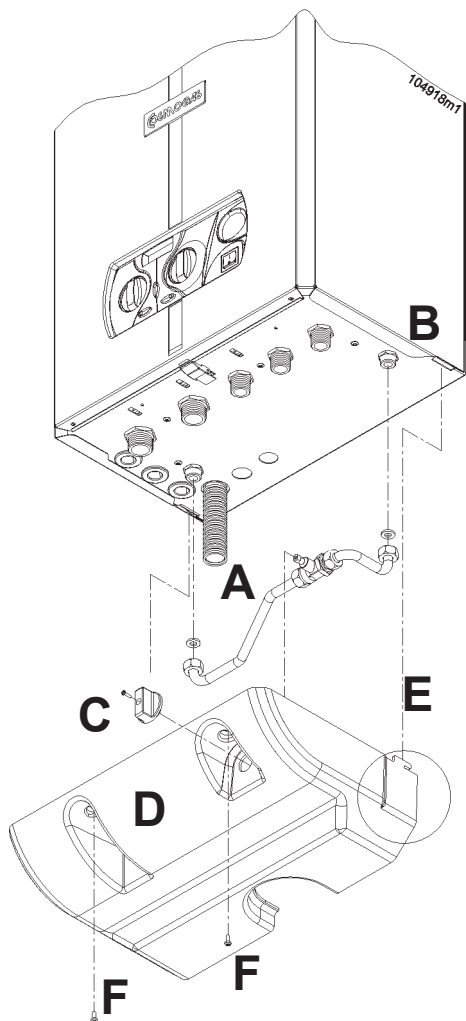

Рисунок 5 - Установка крана заполнения системы
В комплект вместе с котлом входит также команда заполнения системы. Для установки необходимо проследовать, как показано на рис.5:
- Произвести монтаж нижней крышки котла "D" (см.рис. 5), работать осторожно, чтобы совпали отверстия "Е" и "В" см.рис.5.